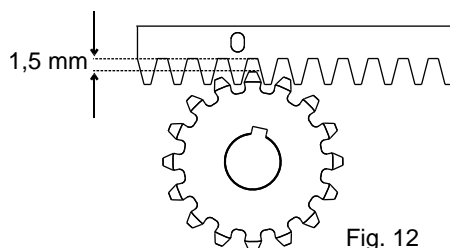

Fig. 12
**6.6.** tutta la cremagliera va alzata di 1,5 mm per evitare che il peso del cancello gravi sul pignone (Fig. 12), Attenzione: mantenere un gioco di almeno 0,5 mm tra dente pignone e dente cremagliera;